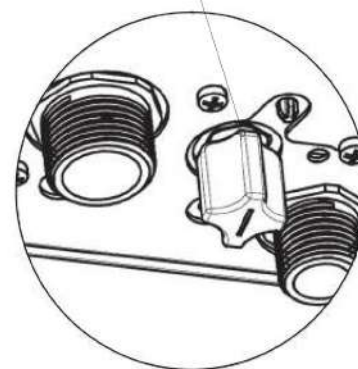

Рис. 11 Заполнение системы отопления (ГАЗ 6000 ..С RN)
- Заполните отопительную систему до давления 0,1-0,2 МПа (1-2 бар) и закройте кран для заполнения и слива. Для котлов ...С – как показано на рис. 11, для ...Н в монтажной схеме необходимо предусмотреть устройство для подпитки.